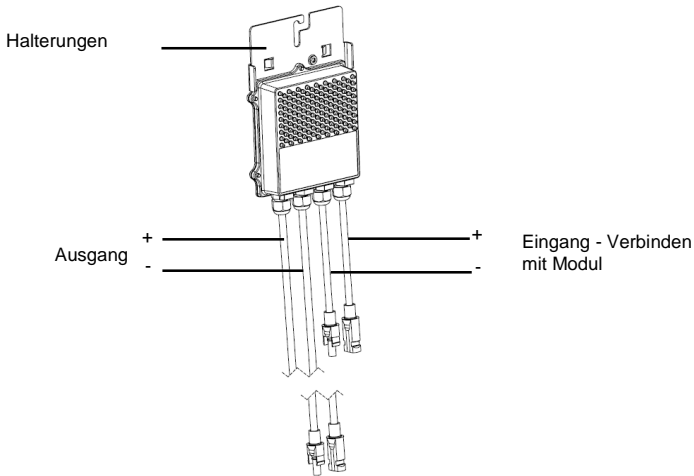

Abbildung 1: Leistungsoptimiererschlüsse
- 1 Bestimmen Sie die Montageposition des Leistungsoptimierers und verwenden Sie die Halterungen des Leistungsoptimierers, um den Leistungsoptimierer mit der tragenden Struktur zu verbinden (siehe Abbildung 1).